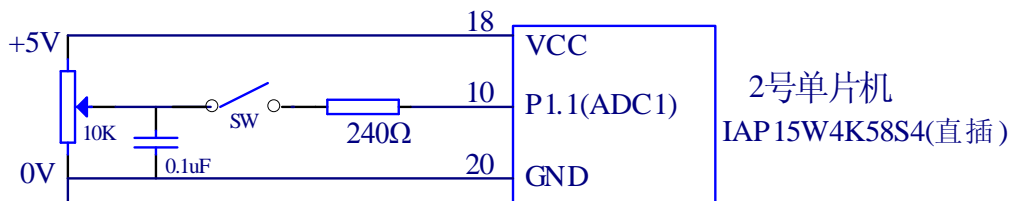

图 1-13 2号单片机 10 位 ADC 转换电路
9、2号单片机 10 位 ADC 转换电路如图 1-13 所示，当电位器调到两端极限+5V 或 0V 时，如果程序中将 P1.1(ADC1)设为输出，将导致 I/O 口短路，串联 240Ω 电阻将把短路电流限制到单片机 I/O 口允许的 20mA 范围内，从而保护 I/O 口不损坏。